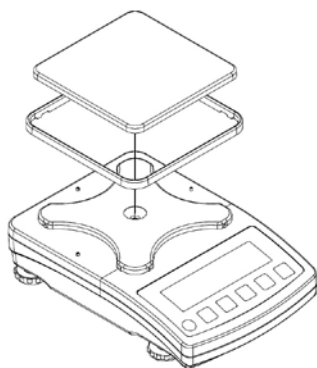

Figura 4. Montaje de balanza
- Instale el platillo de pesaje y el protector corta aires según la figura 4.